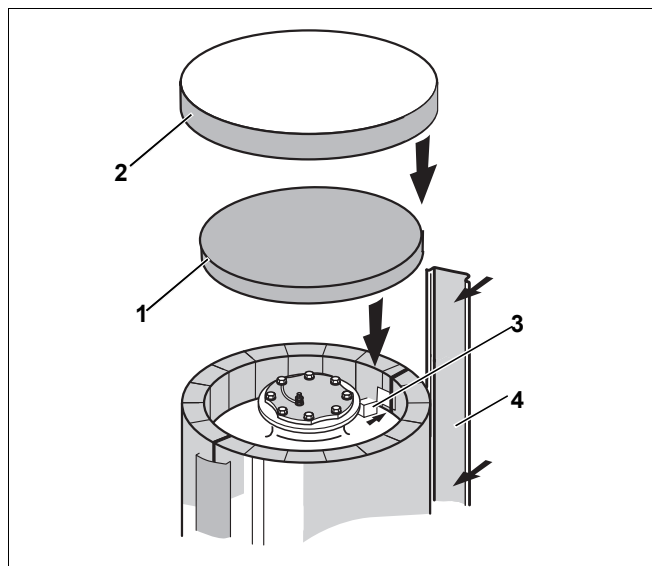

Fig. 7 Protecție termică – flanșă superioară
- Introduceți banda de protecție (Fig. 7, [4]) pe banda de închidere a izolației termice.
- Poziționați dopurile dreptunghiulare de protecție termică (Fig. 7, [3]) din interior în perforații.
- Amplasați șaiba de protecție termică (Fig. 7, [1]) pe flanșa superioară astfel încât aceasta să se închidă cu muchia izolației termice.
- Așezați carcasa boilerului (apărătoare din plastic, Fig. 7, [2]) pe șaiba de protecție termică și pe marginea izolației termice.